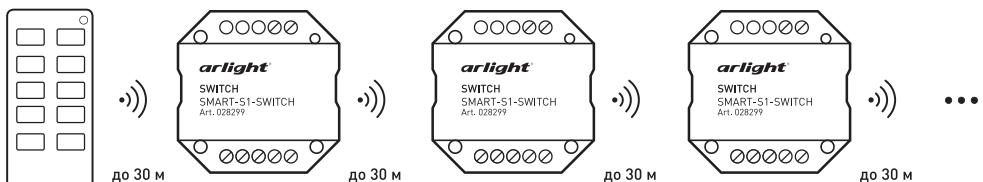

Рисунок 3. Ретрансляция сигнала от пульта ДУ
- 3.9. Все устройства автоматически ретранслируют сигнал от пульта ДУ или панели управления [рисунок 3].